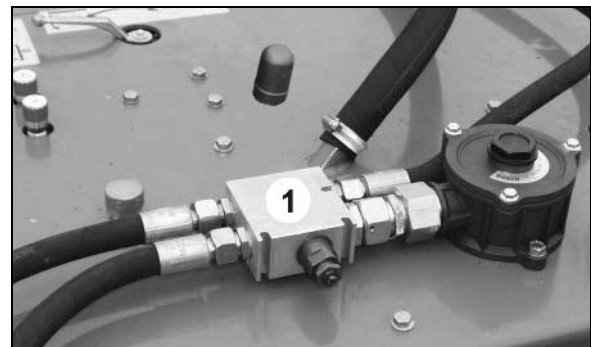

Рис. 69
- Клапан ограничения давления (Рис. 69/1)